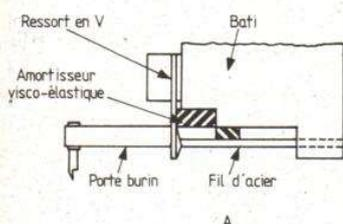

Fig. 2. - Détails de l'articulation du porte-burin, pour le graveur « Westrex 3A ».
(B) Vue de l'avant : le cylindre porte-burin est maintenu par un ressort en V (fixé en (1) et (2) au bâti du graveur) dont les mouvements sont amortis par des pièces visco-élastiques, disposées en (3) et (4). Ces pièces, visibles sur la figure 2(A), sont complétées d'un troisième bloc d'amortissement, intéressant le fil d'acier, à l'arrière.